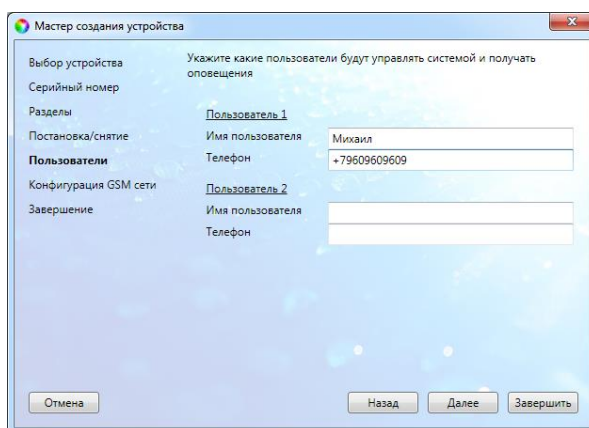

Рис. 5.9. Окно *Пользователи*
12. В следующем окне *Пользователи* задайте имена и номера телефонов первых двух пользователей (рис. 5.9).